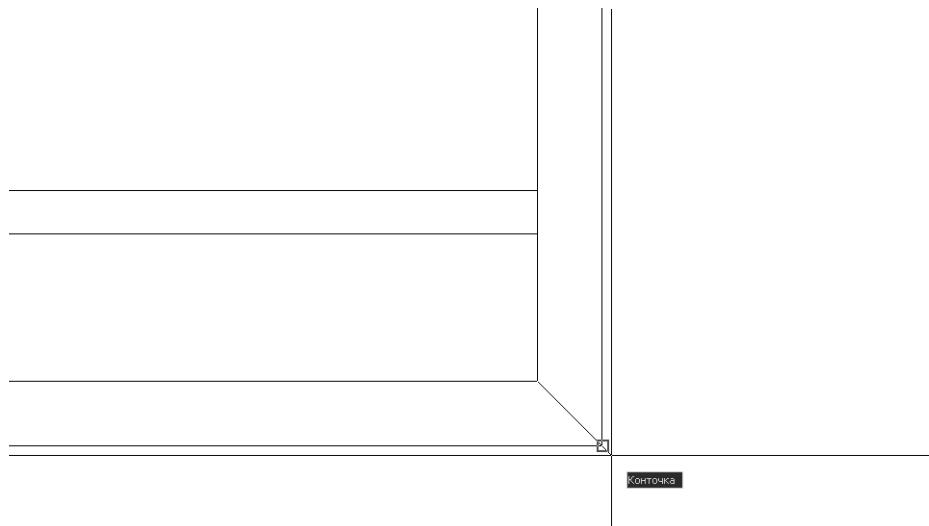

Рис. 5.47 ▼ Создание линии, обозначающей ребро на скосенных боковых гранях сканера
12. После изменения масштаба запустите инструмент **С линиями** (Line) и, используя режим привязки **Конточка** (Endpoint) для привязки к угловым точкам внешнего и внутреннего контуров сканера, создайте наклонную линию, как показано на рис. 5.47.